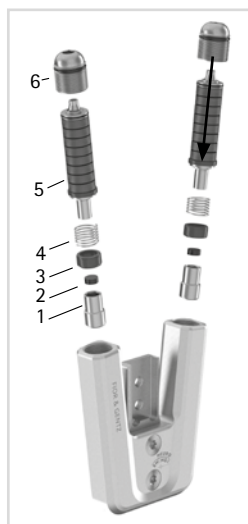
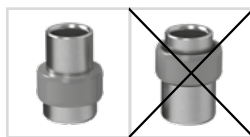
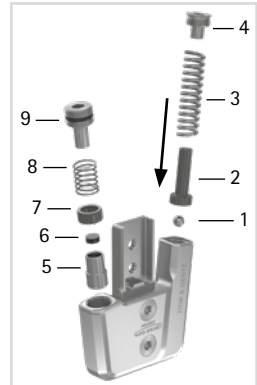

Abb. 18
Abb. 19
Abb. 20
- 1 Setzen Sie den Anschlagdämpfer/O-Ring-Dämpfer (2) und die Gleitbuchse (3) mit dem Kolben (1) zusammen (Abb. 18). Beachten Sie dabei den korrekten Sitz der Gleitbuchse auf dem Kolben (Abb. 19).
- 2 Stecken Sie die Druckfeder (4) darauf.
- 3 Setzen Sie den Kolben (1) einschließlich der montierten Systembauteile (2, 3, 4) in den Federkanal ein.
- 4 Stecken Sie die Schraubeinheit (6) auf die Federeinheit (5).
- 5 Schrauben Sie die Baugruppe für die Dorsalexension in den vorderen Federkanal so weit ein, bis der gewünschte Aufbau der Orthese realisiert ist. Der O-Ring darf dabei nicht mehr sichtbar sein. Die Druckfeder (4) muss komplett komprimiert sein.
- 6 Schrauben Sie die Baugruppe für die Plantarflexion in den hinteren Federkanal so weit ein, bis sie den Systemfußbügel berührt. Der O-Ring darf dabei nicht mehr sichtbar sein. Die Druckfeder (4) muss komplett komprimiert sein. Sie spüren dann einen leicht erhöhten Drehwiderstand. Spannen Sie die Federeinheiten (5) nicht vor.
- 1 Stecken Sie die Kugel (1) in den Bolzen (2; Abb. 20).
- 3 Setzen Sie die Druckfeder (3) in den Federkanal ein.
- 4 Schrauben Sie die Druckschraube (4) fest ein. Dadurch wird die Baugruppe in der Deckplatte befestigt.
- 1 Setzen Sie den Anschlagdämpfer/O-Ring-Dämpfer (6) und die Gleitbuchse (7) mit dem Kolben (5) zusammen (Abb. 20). Beachten Sie dabei den korrekten Sitz der Gleitbuchse auf dem Kolben (Abb. 19).
- 2 Stecken Sie die Druckfeder (8) darauf.
- 3 Setzen Sie den Kolben (5) einschließlich der montierten Systembauteile (6, 7, 8) in den Federkanal ein.
- 4 Schrauben Sie die Aufbaueinstellschraube (9; Abb. 20) in den Federkanal ein (Abb. 21). Die Druckfeder muss in der gewünschten Dorsalextension komplett komprimiert sein.